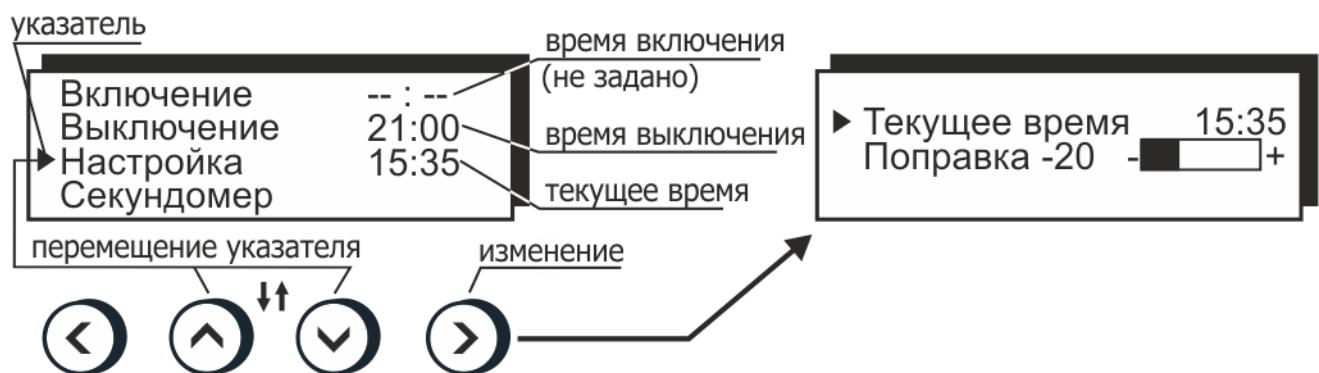

Рисунок 9 — Управление встроенными часами
- нажатиями кнопок (\uparrow) и (\downarrow) установить указатель против нужного времени: включения или выключения (рисунок 9);
- нажатиями кнопок (\blacktriangle) и (\blacktriangledown) установить указатель против пункта "Секундомер" (рисунок 9);